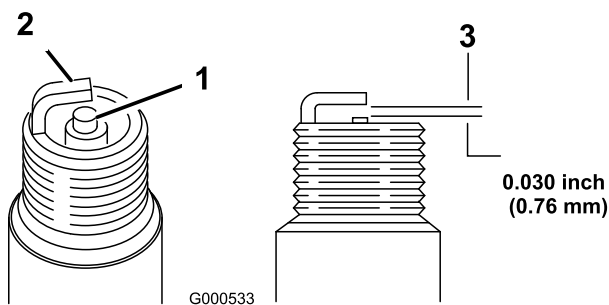

Figure 23
5. Réglez l'écartement des électrodes de la bougie neuve à 0,76 mm (Figure 23).